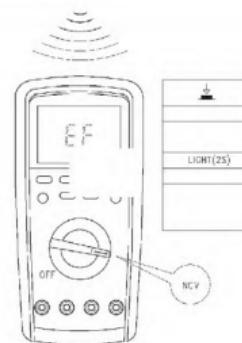

Figura 12
10. Detecção de tensão CA sem contato [veja a Figura 12]